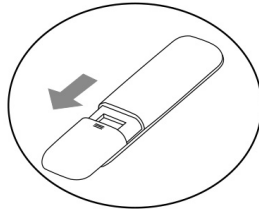

Fig. 1
- Aprire il vano batterie facendo scorrere verso l'esterno lo sportellino (osservare la direzione della freccia nella fig. 1).